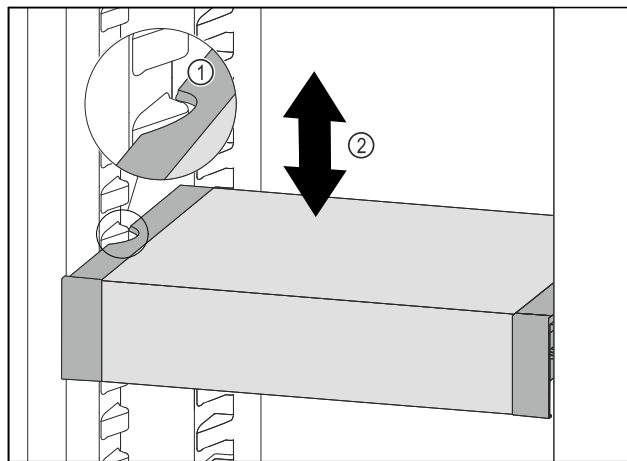

Fig. 133
- Tërhiqni VarioSafe për nga përpara, derisa foletë anësore të VarioSafe të jenë në lartësinë e brinjëve të kutisë në pjesën e ftohjes. Fig. 133 (1)
- Lëvizni VarioSafe për lart ose për poshtë në pjesën e ftohjes, derisa të arrihet lartësia që dëshironi. Fig. 133 (2)